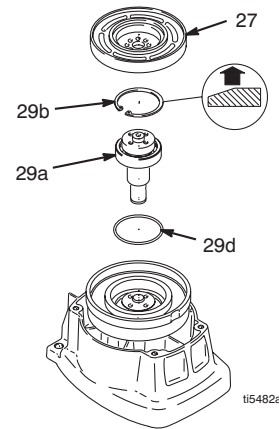

FIG. 6
6. FIG. 6. Retire el anillo de retención (29b).
7. FIG. 6. Golpee ligeramente el eje del piñón (29a) con una maza de plástico.